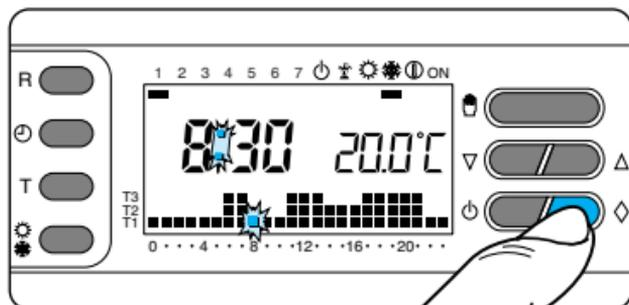

Fig. 46
9.4 -Per uscire dal programma JOLLY e riportare l'apparecchio in funzionamento AUTOMATICO premere nuovamente il pulsante \diamond (fig. 46).